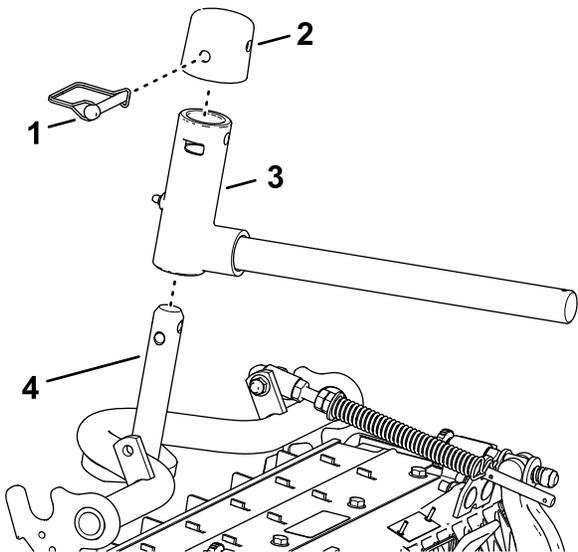

**Figura 29**
**Bloqueo del pivote de la unidad de corte para segar en una pendiente** – Bloquee los pivotes de las unidades de corte para evitar que las unidades de corte giren cuesta abajo al segar de través en una pendiente. Utilice el orificio del brazo giratorio (**Figura 29**) para bloquear la unidad de corte. Utilice la ranura si la unidad de corte es dirisible.